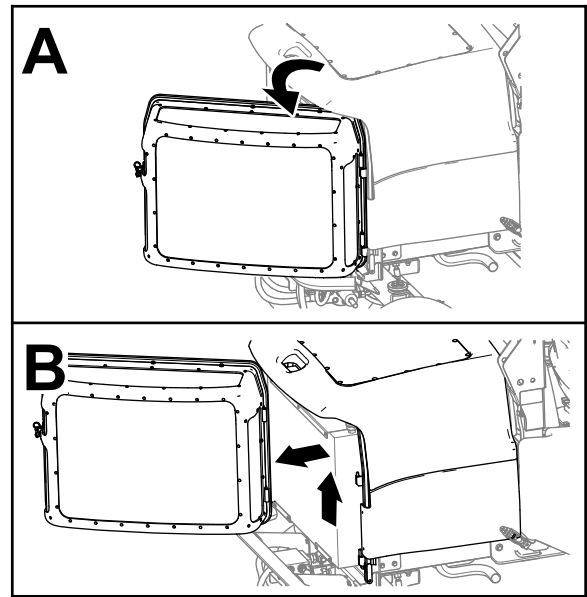

Figura 68
- Desenganche la rejilla del motor, ábrala y levántela de la máquina (Figura 68).